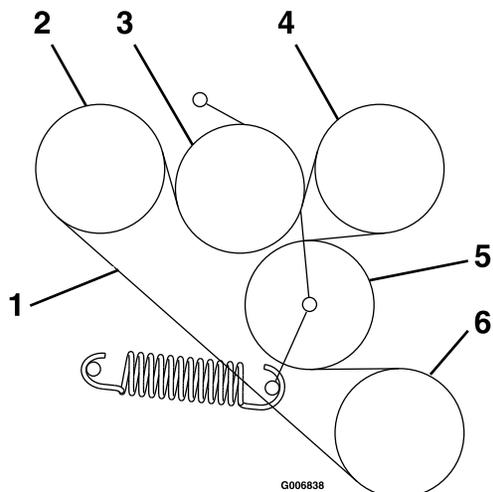

Рисунок 62
6. Наденьте новый ремень на шкивы, как показано на наклейке, расположенной в задней части щитка левого привода (Рисунок 62).